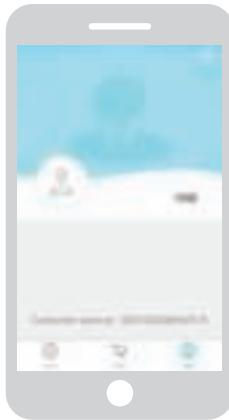

Afbeelding 3 - Startscherm en Bediening scherm
- 12 Operation: Open het bedieningsscherm van de robot, zie afbeelding 3.